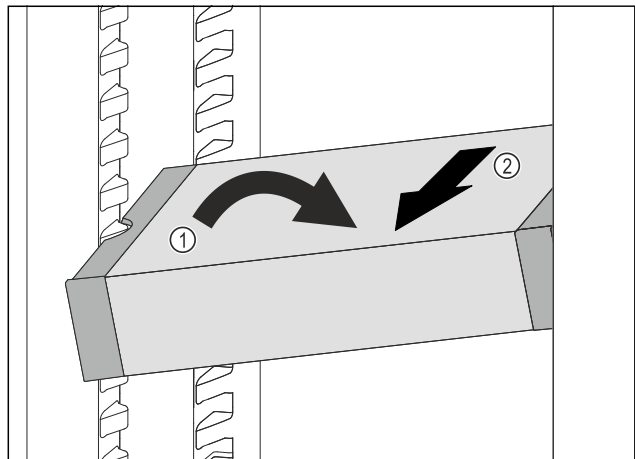

Fig. 127
- ▶ Расположите VarioSafe в холодильном отделении под наклоном. Fig. 127 (1)
- ▶ Извлеките VarioSafe движением вперед. Fig. 127 (2)